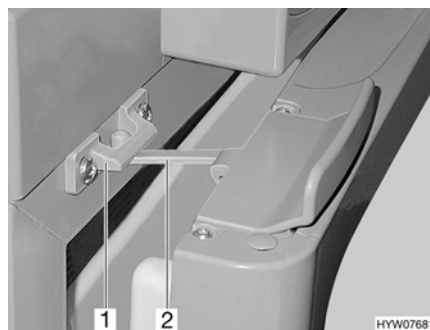

Fig. 99 Porte du réfrigérateur en position de ventilation (Thetford)
■ Ouvrir le verrouillage (Fig. 99,2) et l'enclencher dans le logement de verrouillage (Fig. 99,1). La porte du réfrigérateur reste ainsi légèrement ouverte.